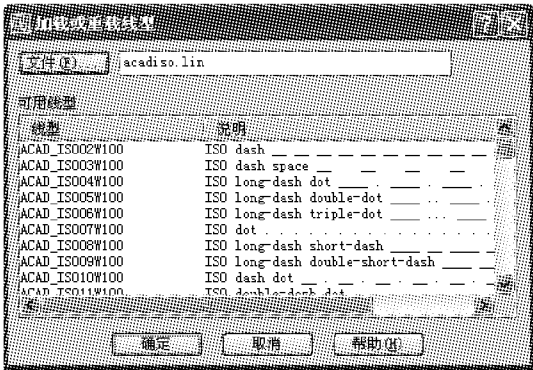

图 1.3.7 加载线型
① “加载”(Load)按钮。从线型库中调出各种不同的线型,如图 1.3.7 所示。
(2) 线型的装入。AutoCAD 在“线型管理器”对话框中,仅列出了已装入当前图形中的线型。初次使用时,线型可能不够。如果需要在当前图形中装入新的线型,可单击“线型管理器”对话框下部“加载(L)”按钮进行设置,如图 1.3.7 所示。